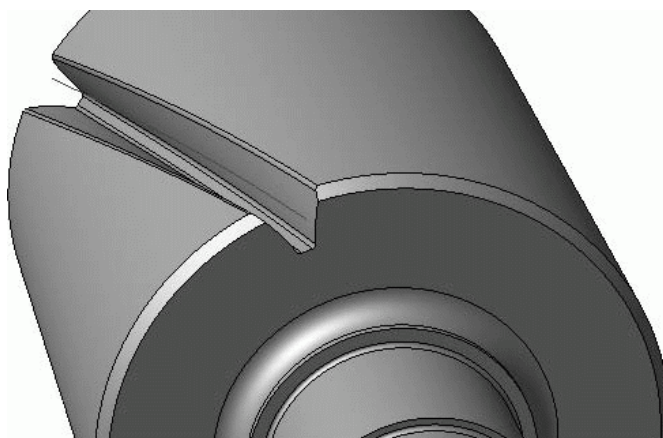

Рис. 3.69. Вырезание зубьев на шестерне
3. Все готово для кинематического вырезания. Нажмите кнопку Вырезать кинематически на панели инструментов Редактирование детали и укажите в качестве исходных объектов для операции эскиз профиля выреза и спираль-направляющую. Полученный вырез показан на рис. 3.69.